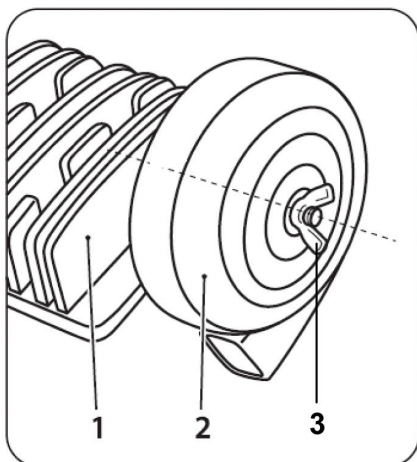

Рис. 9
1. Открутите корпус фильтра 2 (Рис. 9) против часовой стрелки от поршневого блока (1).
2. Открутите гайку (3) крышки корпуса воздушного фильтра и снимите крышку корпуса воздушного фильтра.